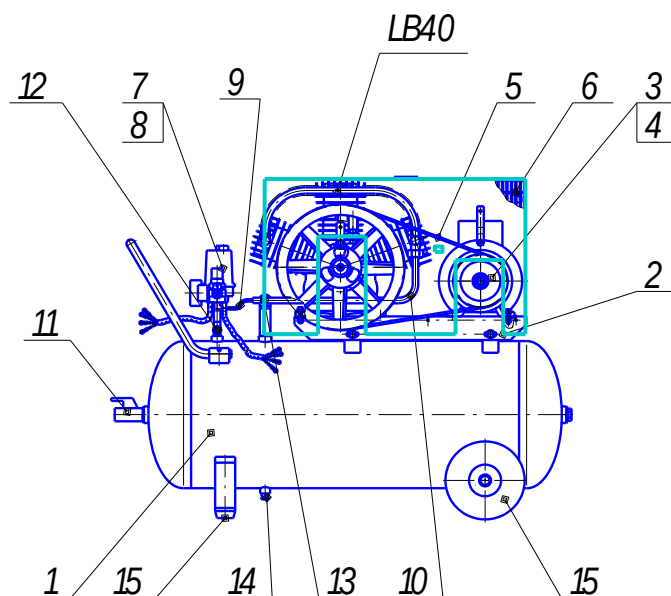
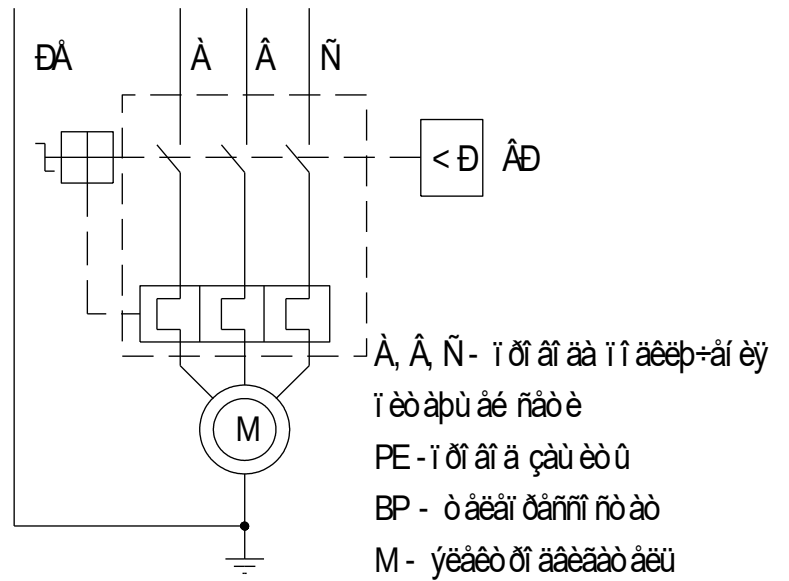

Рис. 1
Рис. 5
2.8. Общий вид компрессоров представлен на рис. 1, 2, 3, 4, схема электрическая принципиальная - на рис. 5.
Примечание: комплект колес, амортизаторов (поз. 15, см. рис. 1, 2, 3, 4) и детали их крепления упакованы отдельно.
5.1. Компрессор (рис.1, 2, 3, 4) состоит из следующих основных сборочных единиц и деталей: блока поршневого LB40, ресивера (воздухосборника) 1, платформы 2, электродвигателя 3 со шкивом 4, клинового ремня 5, защитного ограждения 6, прессостата 7, манометра 8, воздухопровода сброса давления 9, нагнетательного воздухопровода 10, крана 11, клапана предохранительного 12, клапана обратного 13, крана слива конденсата 14, колес и амортизаторов 15.